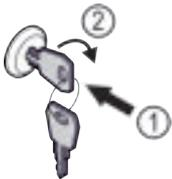

Fig. 114
- ▶ Introducir la llave Fig. 114 (1).
- ▶ Girar la llave 90° en el sentido de las agujas del reloj Fig. 114 (2).